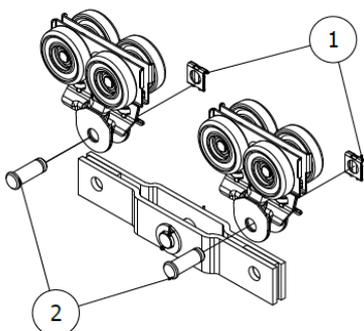

fig. 67
3. Inserire la staffa di collegamento nelle piastre dei carrelli (fig. 67)
4. Rimontare i perni **2** e rimettere in sede i fermi **1**. (fig. 67)